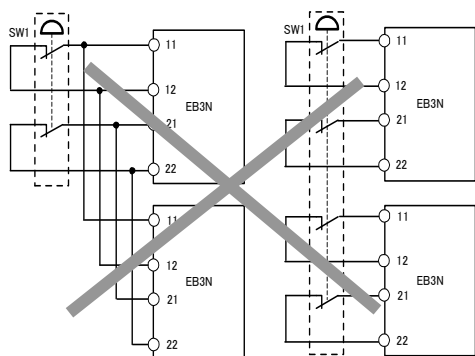
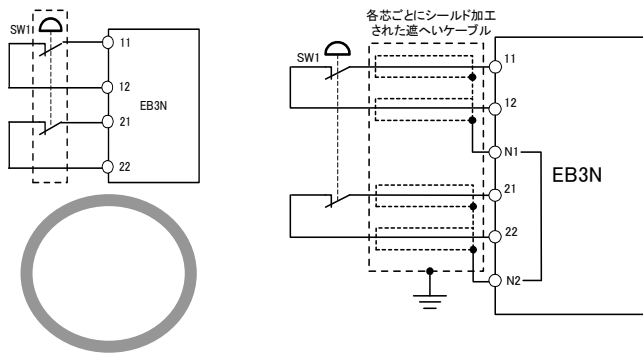

図 4. 安全入力接続図
図 5. 可動ケーブル接続図
- (1)安全入力機器を動作させることで、本製品の動作確認を1日に1度、行ってください。
- (2)安全入力および安全出力は安全要求に適合した回路構成でご使用ください。
- (3)本製品および本製品に接続される安全機器など、システムを構成する全ての機器の応答時間を考慮に入れ、安全距離の算出を行ってください。
- (4)入力および出力の配線は電源線、動力線と分離してください。
- (5)安全入力接点間、安全出力接点間が短絡しないように適切に取付け、配線を行ってください。
- (6)本製品と接続する安全スイッチや非常停止用押ボタンスイッチは直接開路動作機能の2NC接点を持った規格適合品をご使用ください。
- (7)安全入力機器の動作状態のモニタリングを行う場合、安全入力用接点とは別に独立した接点をセーフティリレーバリアの補助入力に接続してください。
- (8)補助入出力を安全入出力として使用しないでください。本製品の故障時にシステムの安全性能を損なう原因となります。
- (9)ひとつのスイッチの出力を複数のEB3N形、複数のバリア(EB3N形とEB3C形等)へ入力することはできません。それぞれに独立したスイッチをご使用ください。(図4をご覧ください)
- (10)耐電磁環境性を確保するために、安全入力および補助入力の配線は遮へいケーブルをご使用ください。シールドは本製品が取付けられた制御盤のFGへ接続してください。
- (11)安全入力に可動ケーブルを接続する場合は芯線ごとにシールド加工されたケーブルをご使用ください。各芯線のシールドはEB3N形のシグナルグラウンド(N1,N2端子)に接続してください。(図5をご覧ください)
- (12)安全出力端子には過電流から保護するためにIEC 60127 適合の2A FH (5×20 mm) ヒューズを挿入してください。
- (13)ISO 13849-1:2006 カテゴリ、パフォーマンスレベルはシステム全体で見積り、評価する必要があります。